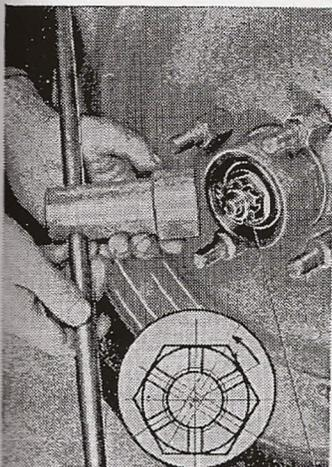
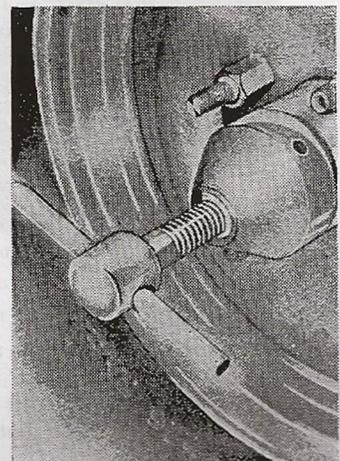

Fig. 65
Fig. 66
5. Dévisser l'écrou chapeau du moyeu de la roue avant droite, défreiner l'écrou à creneaux (fig. 65) et le dévisser au moyen de la clef à douille. Visser l'extracteur dans le moyeu de roue (fig. 66) et extraire le moyeu.
Effectuer le rattrapage du jeu en serrant l'écrou à créneaux et par desserrage d'une encoche (fig. 65).